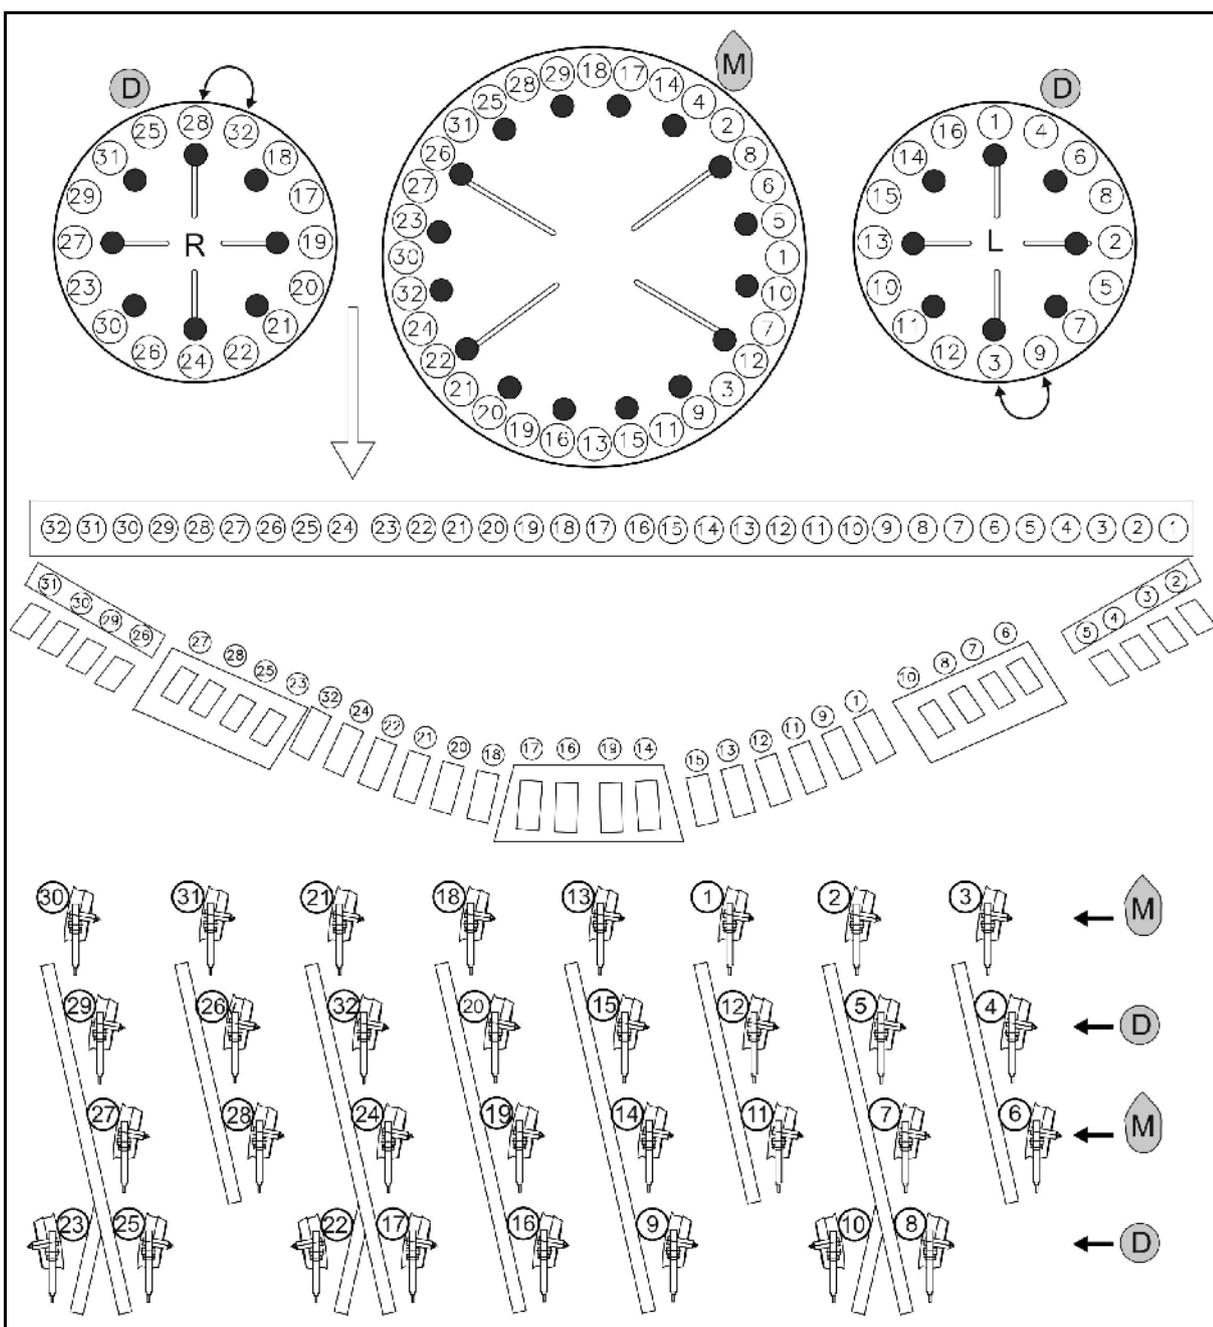

Fig. 52
- Maïs **M** : Monter les bouchons de fermeture conformément à Fig. 52.
- Engrais **D** : monter les bouchons de fermeture conformément à Fig. 52.